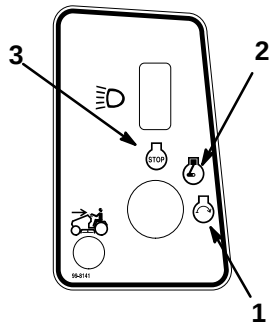

Abbildung 10
6. Den Zündschlüssel im Uhrzeigersinn drehen und auf "START"-Position halten (Abb. 10). Wenn der Motor anspringt, den Schlüssel loslassen.
2. Den Zündschlüssel auf "OFF" drehen (Abb. 10).